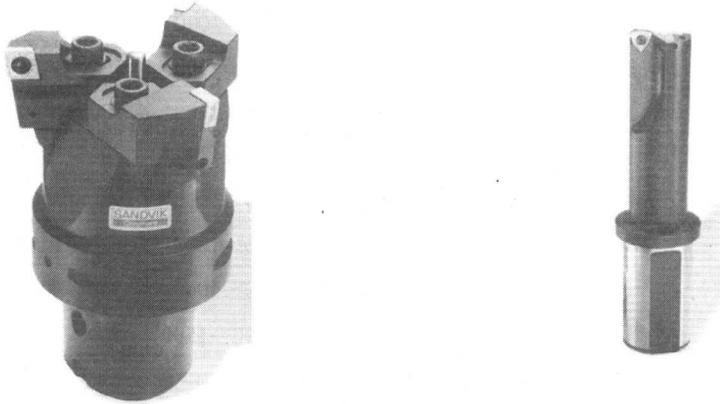

图 1-2 飞刀
(1) 以上的飞刀参数只能作为参考, 因为不同的飞刀材料其参数值也不相同, 不同的刀具厂生产的飞刀其长度也略有不同。另外, 刀具的参数值也因数控铣床或加工中心的性能和加工材料的不同而不同, 所以刀具的参数一定要根据工厂的实际情况而设定。
(2) 飞刀的刚性好, 吃刀量大, 最适合模胚的开粗。另外, 飞刀光陡峭面的质量也非常好。
(3) 飞刀主要是镶刀粒的, 没有侧刃, 如图 1-2 所示。